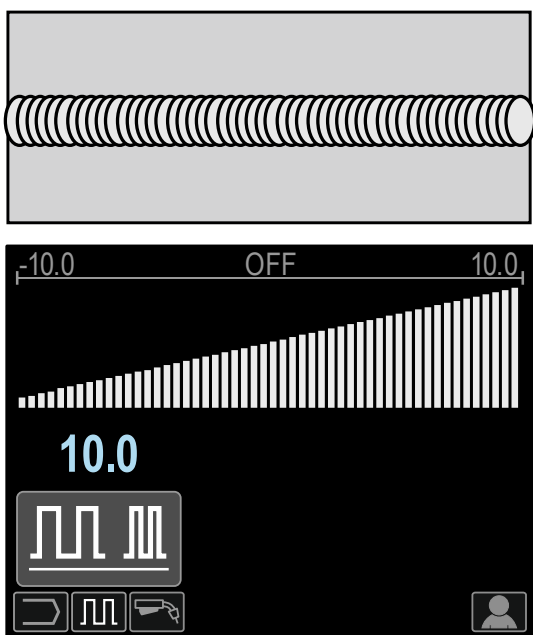

Figura 83
- Frecuencia mayor de 0,0 – Soldadura estrecha y espaciado del rizo, velocidad de desplazamiento rápida. La Figura 83 muestra el espaciado de la soldadura cuando la frecuencia es "+10".